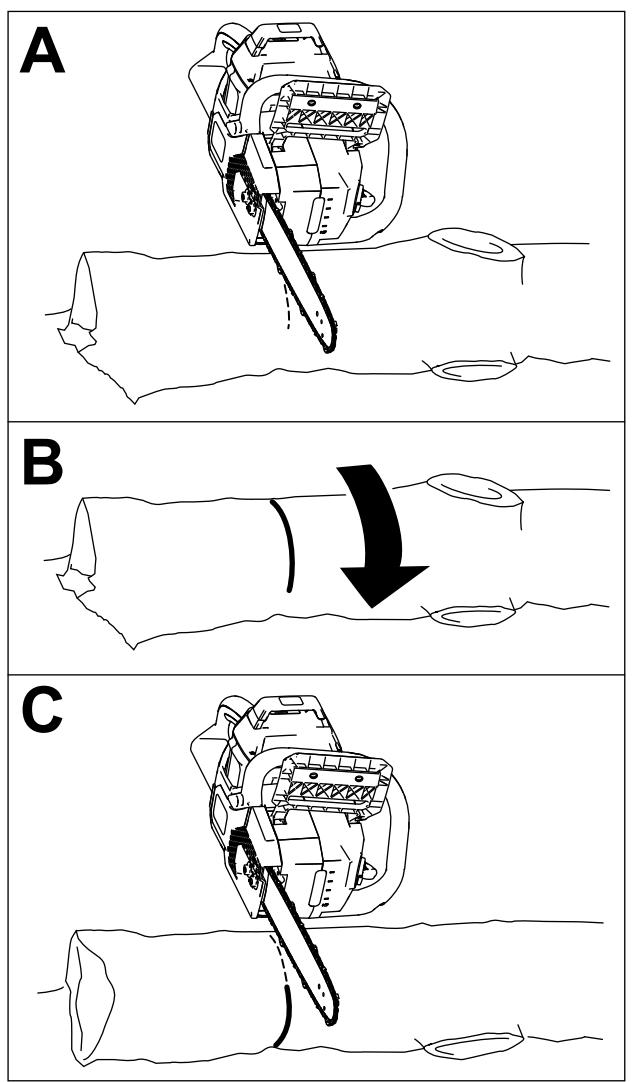

Figura 21
- Se il ceppo è sostenuto per la sua intera lunghezza su un terreno pianeggiante e livellato, tagliate un terzo del diametro partendo dalla parte superiore, quindi girate il ceppo e fate un altro taglio fino a raggiungere il primo taglio (Figura 21).